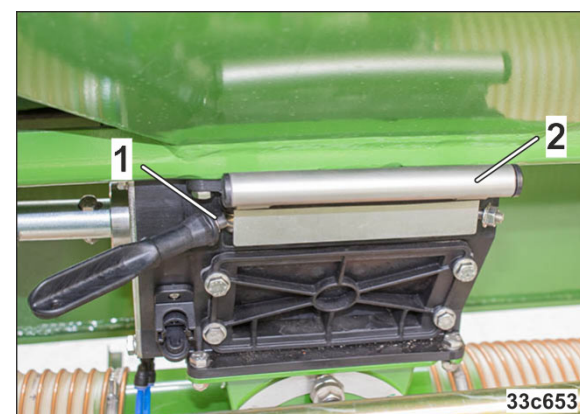

Fig. 152
3. Deviați șuruburile (Fig. 152/1).
4. Împingeți vana glisantă (Fig. 152/2) până la opritor în dozator.